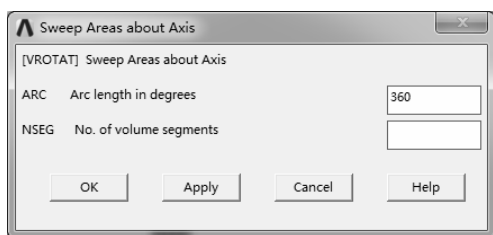
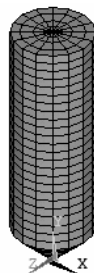

图 7-228 “Extrude Area along Normal”对话框
图 7-229 创建拉伸网格
5) 系统弹出“Sweep Areas about Axis”对话框, 设置 ARC 为 360, 如图 7-228 所示。单击“OK”按钮完成拉伸网格划分, 如图 7-229 所示。